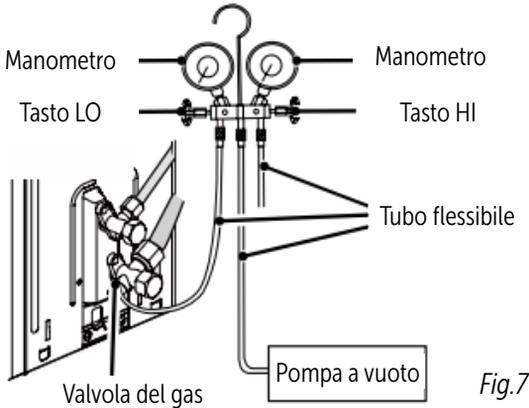

Fig.7
3. Come mostrato nella figura seguente (Fig.7), espellere il gas all'interno dell'unità